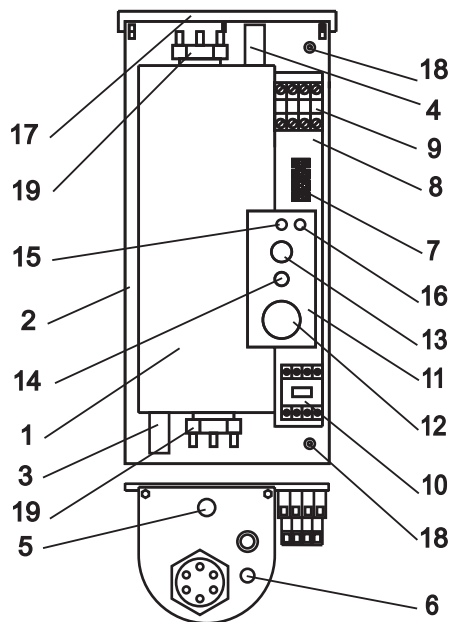

Рисунок 1 (кожух не показан):
4.1. Приборы ЭВАН-С1 -4; -5; -6; -7,5; -9; -12; -15; -18; -24; -30 в соответствии с рис. 1 состоят из следующих основных частей:
- котла (1) с входным (3) и выходным (4) патрубками G 1¹/₄ датчиком терморегулятора (6), аварийным самовозвратным термовыключателем (5), отключающим прибор при 92° С, и блоками трубчатых электронагревателей (ТЭН) (19);
- панели (2) с зажимом заземления (18) для подключения нулевого защитного проводника РЕ
- кронштейна (8) с размещенными на нем зажимом клеммным (7) для подключения циркуляционного насоса и датчика температуры воздуха, пускателем (10), элементами управления и сигнализации расположенными на панели управления (11):
- выключателя “СЕТЬ” (13) для включения водонагревателя в работу;